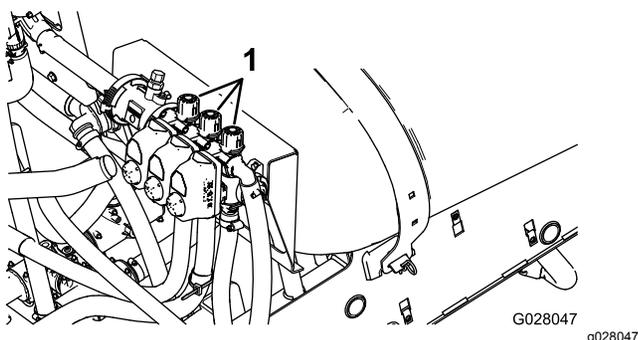

Рисунок 84
10. Выключите левую стрелу и отрегулируйте клапан перепуска стрелы (Рисунок 84) так, чтобы показание давления было на ранее отрегулированном уровне (обычно 2,75 бара).
12. Отрегулируйте клапан перепуска правой стрелы (Рисунок 84) так, чтобы показание давления было на ранее отрегулированном уровне (обычно 2,75 бара).
14. Отрегулируйте клапан перепуска средней стрелы (Рисунок 84) так, чтобы показание давления было на ранее отрегулированном уровне (обычно 2,75 бара).